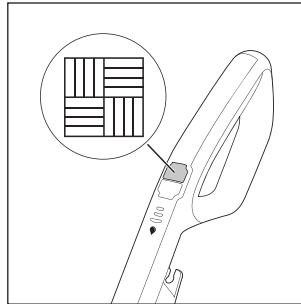

Fig. 13
- ♦ Para encender el aparato, pulse el interruptor de suelos  **14** (consulte la fig. 13). Tras esto, el led del interruptor de suelos  **14** se enciende en azul.
- ♦ Para apagar el aparato, vuelva a pulsar el interruptor de suelos 14 (consulte la fig. 13).